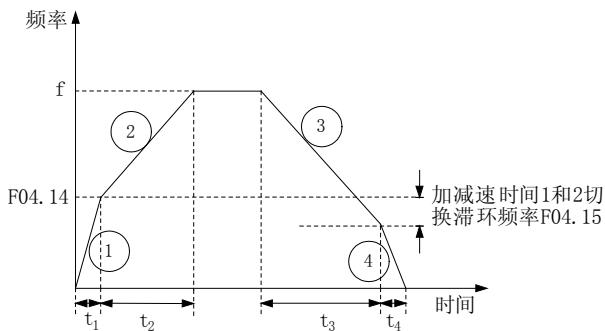

图 6-20 加减速时间 1、2 切换示意图
如图 6-20 所示, 加速时, 首先以加速时间 1 运行, 如图 6-20 中曲线①所示, 且加速时间  $t_1 = \frac{F04.14 \times F04.02}{F02.10}$ 。当输出频率 F04.14 时, 加速时间将由 F04.02 切换至 F04.04, 图 6-20 中曲线②所示, 且加速时间  $t_2 = \frac{(f - F04.14) \times F04.04}{F02.10}$ 。